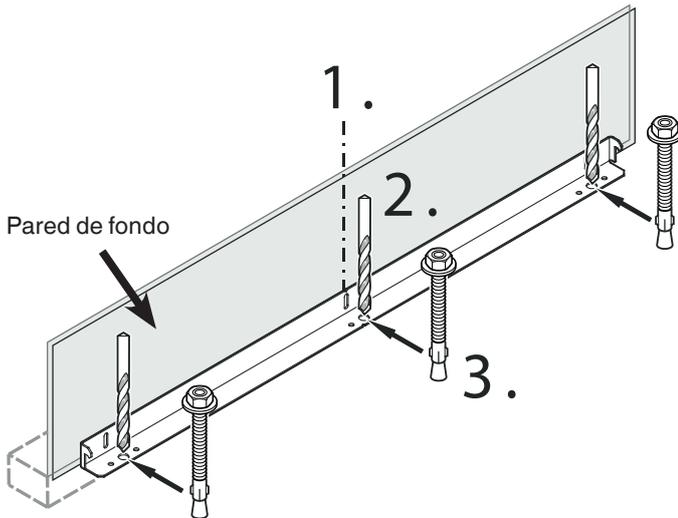

Figura 4
## Montaje del dispositivo anti-inclinación en suelos de hormigón - figura 4 - 5
2. Taladrar un orificio de 10 mm de diámetro en cualquier posición según se muestra en la **figura 4** con una broca de metal duro. La profundidad de los agujeros debe ser mayor que el largo total de los anclajes. Limpiar los agujeros después de taladrar.